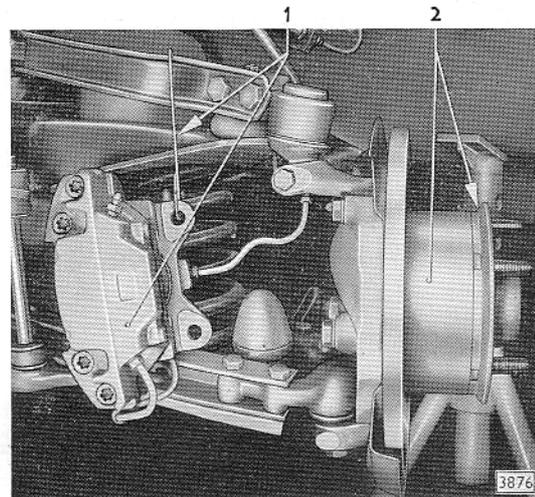

Bild 61 - Bremssattel aufgehängt
2. Haltewinkel (60/1) für Bremsdruckschlauch und Bremsleitung von oberer Achsschenkel-lagerung lösen. Bremssattel (60/2) vom Halter am Achsschenkel abschrauben und wie in Bild 61 gezeigt, mit Drahhaken am oberen Lenker aufhängen.